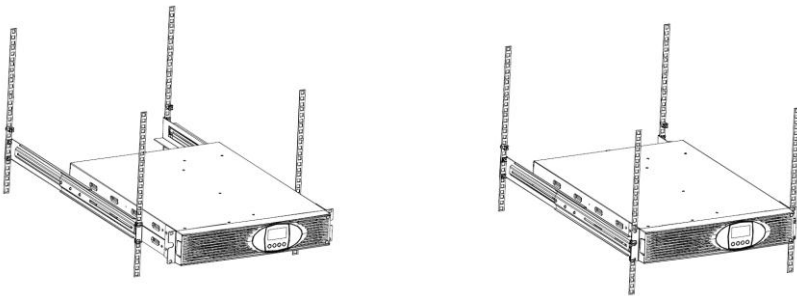

Abbildung 6: Befestigung im Rack
8. Befestigen Sie die Montagewinkel der USV-Anlage am Rack (siehe Abbildung 6).